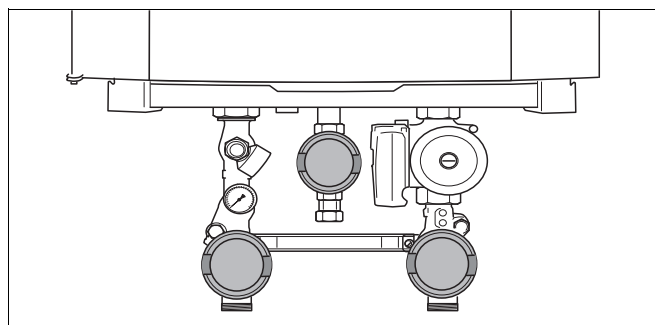

Рис. 96 Закройте кран подачи газа (здесь: положение "закрото")
- Закрывать кран подачи газа (рис. 96).
- Закрывать сервисные краны (рис. 96).